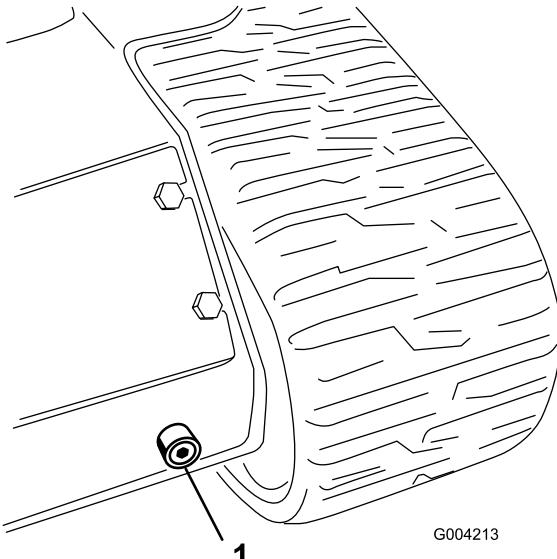

Figura 57
6. Collegare una bacinella di spurgo grande (capacità 56,8 litri) sotto il tappo di spurgo, nella parte anteriore del trattore (Figura 57).
7. Togliere il tappo di spurgo e lasciare defluire l'olio nella bacinella (Figura 57).